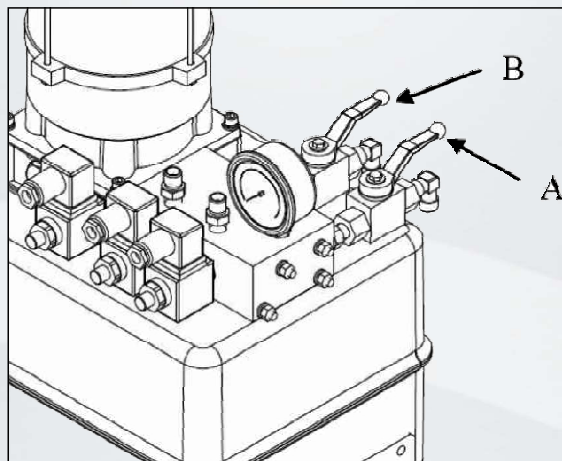

Рисунок 7.2
- Откройте вентиль А и В (рисунок 7.2);
- Закройте вентили А и В (рисунок 7.2)
Теперь опускайте подъемник и одновременно с этим откройте вентили А и В (рисунок 7.2).
- Откройте вентили А и В (рисунок 7.2) платформы, которая находится ниже.